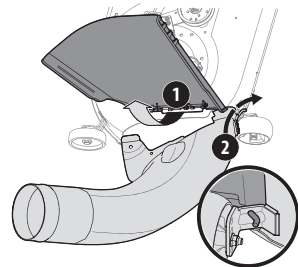

Figura 19
- Con el canal de descarga de la cortadora de césped levantado y mantenido abierto (1), coloque el canal de la embolsadora ubicando la varilla de montaje del canal de la embolsadora en la lengüeta de montaje del canal de la embolsadora (2), como se ilustra en la Figura 19.